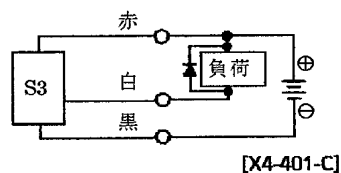

図3 誘導性負荷にサージ吸収素子(ダイオード)を併用した例。ダイオードは日立製作所製V06C又は相当品を使用してください。
(2) 出力回路保護
- 誘導性負荷(リレー、電磁弁)を接続する場合には、スイッチOFF時にサージ電圧が発生しますので図3に示す保護回路を必ず設けてください。